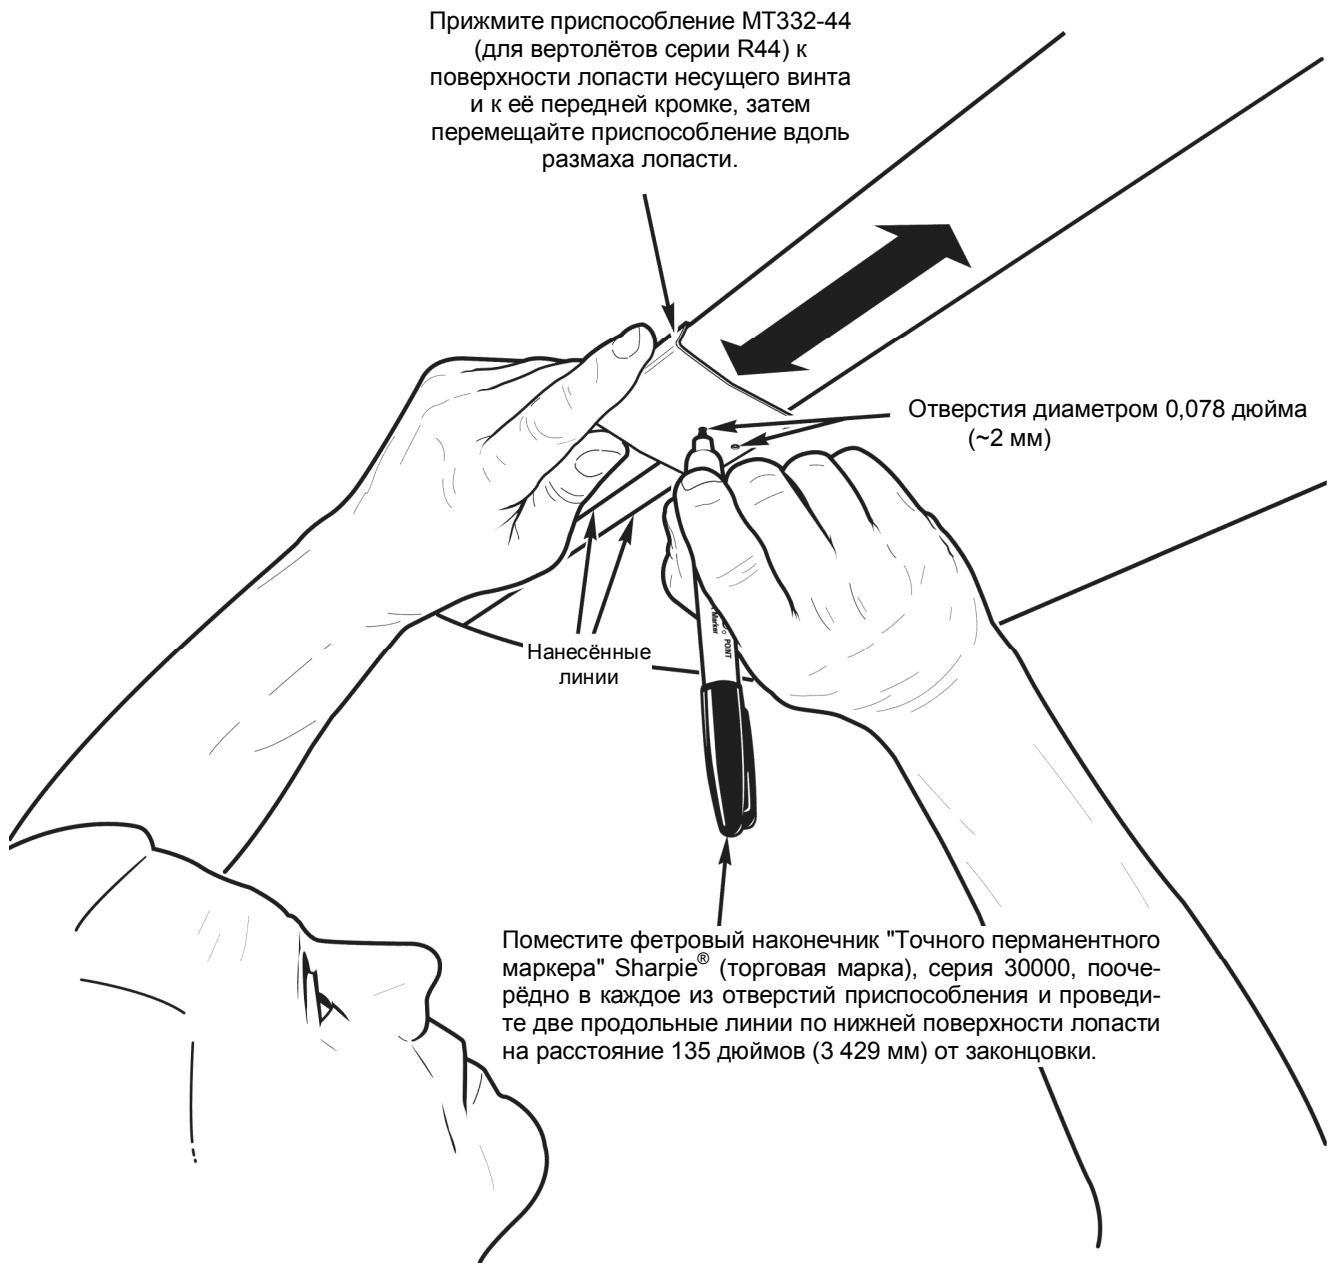

Рисунок 2. Порядок нанесения разметки на место склейки обшивки с лонжероном на нижней поверхности лопасти
4. См. Рисунок 2. Нанесите на нижнюю поверхность лопасти линии на протяжении 135 дюймов (3 429 мм) от законцовки в соответствии с Рисунком, которые будут обозначать место склейки обшивки с лонжероном.